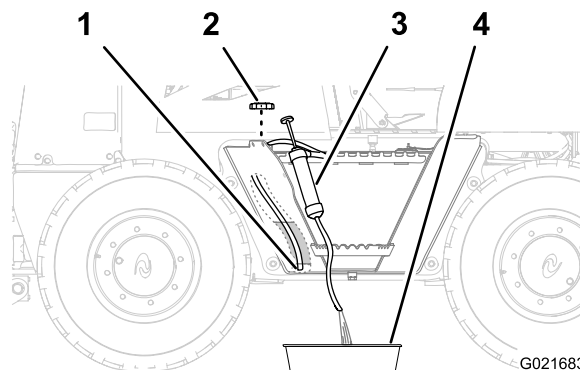

Figure 54
1. Retirez le bouchon du réservoir de carburant (Figure 54).
2. Faites passer le tuyau du système de siphonage par le goulot du réservoir de carburant et poussez l'extrémité jusqu'au fond du réservoir (Figure 54).
3. Dirigez le tuyau de décharge du système de siphonage dans un bac de vidange (Figure 54).
6. Remettez le bouchon de remplissage de carburant sur le goulot du réservoir (Figure 54).